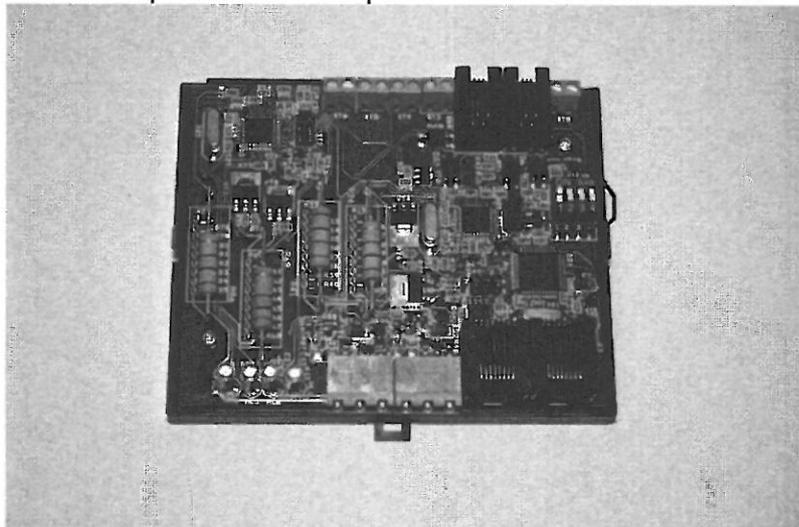

Рис. 1. Установка адреса УМВН.
- б) При помощи переключателей (Рис. 1) выставите адрес каждого из устройств. Нужно придерживаться следующего порядка: